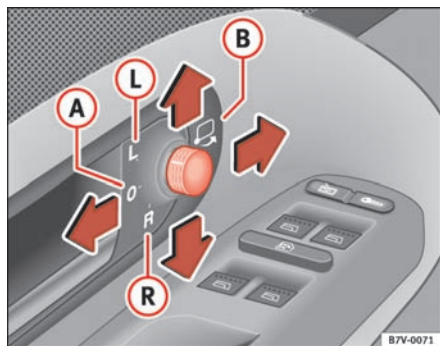

Fig. 83 Udsnit af førerdøren: drejeknap til sidespejle
1. Drej knappen ⇒ fig. 83 til position ① (venstre sidespejl).
3. Drej knappen til position ② (højre sidespejl).